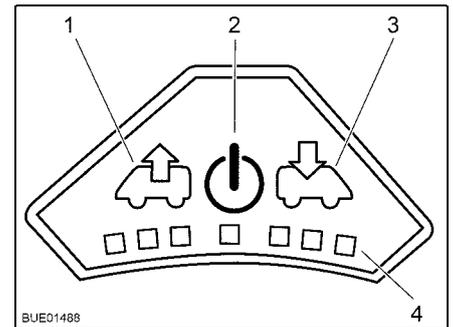

Fig. 128 Cuadro de mando del ventilador
- Pulsar la tecla On/Off (Fig. 128,2). El ventilador funciona en el modo confort (extracción con la velocidad más baja del ventilador).
- Para aumentar la velocidad del ventilador: Pulsar la tecla de extracción (Fig. 128,1). La velocidad del ventilador aumenta un nivel en el sentido de extracción de aire. Los LED (Fig. 128,4) muestran los niveles de ajuste.
- Para disminuir la velocidad del ventilador: Pulsar la tecla de ventilación (Fig. 128,3). La velocidad del ventilador disminuye un nivel.
- Para aumentar la velocidad del ventilador: Pulsar la tecla de ventilación (Fig. 128,3). La velocidad del ventilador aumenta un nivel en el sentido de ventilación. Los LED (Fig. 128,4) muestran los niveles de ajuste.
- Para disminuir la velocidad del ventilador: Pulsar la tecla de extracción (Fig. 128,1). La velocidad del ventilador disminuye un nivel.
- Pulsar la tecla On/Off (Fig. 128,2). El ventilador se detiene, los LED se apagan.